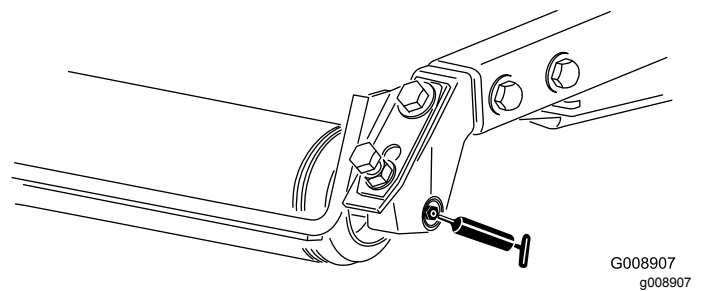

Figure 67
- Roulements de rouleau arrière (2 par unité de coupe) – Figure 67